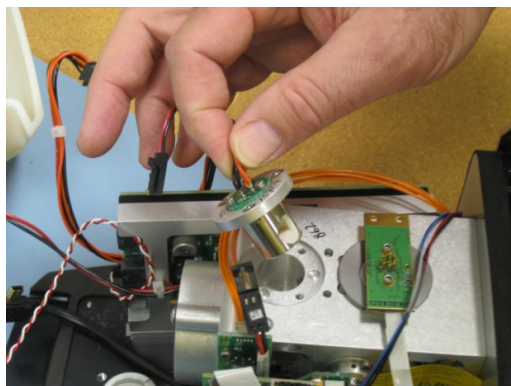

Figure 30 Retrait de l'ensemble source.
- 7 Enlevez l'ensemble source du cadre (voir Figure 30). Mettre la source de côté et remplacez-la avec un nouvel ensemble source.